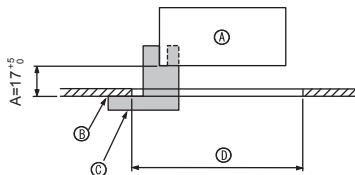
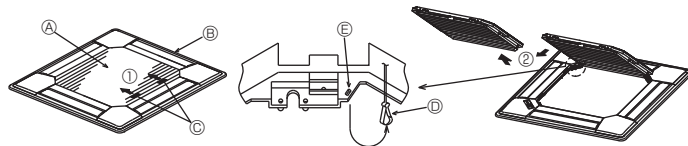
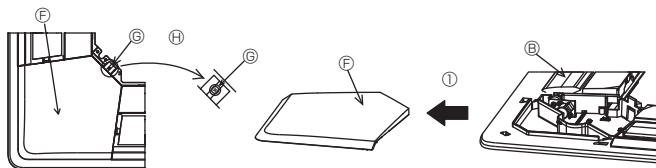

Fig. 6-2
Fig. 6-3
Fig. 6-4
①	Dimensiones de la rejilla	1	950 × 950 (mm)
②	Tornillo con arandela cautiva	4	M5 × 0,8 × 25
③	Plantilla	1	(Dividido en cuatro partes)
④	Remache	3
⑤	Tornillo	4	4 × 8
⑥	Tornillo	1	4 × 12
⑦	Panel angular del i-see sensor	1	para PLP-6BAE
6.2. Preparación para conectar la rejilla (Fig. 6-2)
- Con la plantilla ③ que se suministra con este equipo, ajuste y compruebe la posición de la unidad en el techo. Si la unidad no está colocada en el techo de forma adecuada, podrían producirse escapes de aire o generarse una condensación.
- Ⓒ Plantilla ③ (metida en la unidad)
6.2.1. Extracción de la rejilla de admisión (Fig. 6-3)
- Deslice las palancas en la dirección indicada mediante la flecha ① para abrir la rejilla de admisión.
- Con la rejilla de admisión en posición "abierta", extraiga la bisagra de la rejilla de admisión de la rejilla tal y como se indica mediante la flecha ②.
6.2.2. Extracción del panel angular (Fig. 6-4)
- Extraiga el tornillo de la esquina del panel angular. Deslice los paneles angulares indicados por la flecha ① para extraer este panel.
[Fig. 6-3, 6-4]